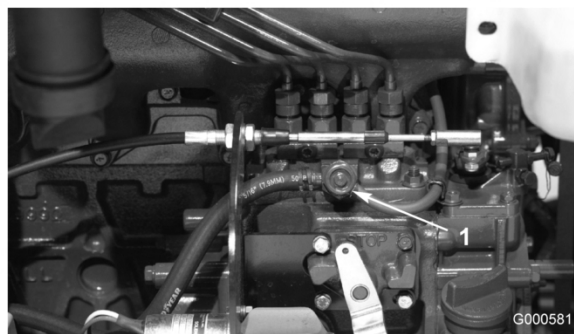

Figura 37
3. Aprite la vite di spurgo dell'aria, situata sulla pompa di iniezione del carburante (Figura 37).